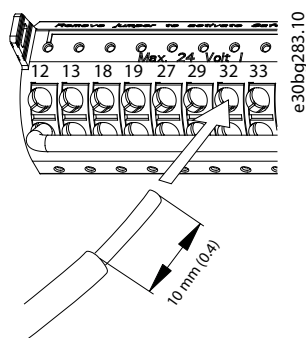

图 5.19 连接硬质控制线缆
- 对于硬质线缆，将裸露的线缆推入到触点中。请参阅图 5.19。